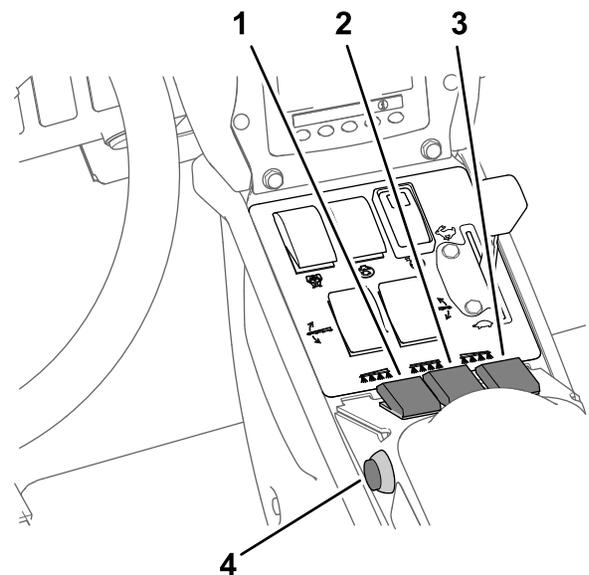

図 41
7. 個別ブームスイッチを ON にセットする 図 41。
10. 走行を開始し、所定速度に達したらマスターブームスイッチを ON にすると散布が始まる図 41。
3. マスターブームスイッチを OFF にセットする図 41 散布率モードでの散布 (ページ 33) を参照。
7. 散布したいブームのスイッチを ON 位置にする図 41 散布率モードでの散布 (ページ 33) を参照。
9. 希望速度で走行し、マスターブームスイッチを ON にすると散布が始まる図 41 散布率モードでの散布 (ページ 33) を参照。